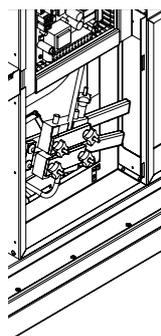

Рис. 18
- Соединить концы ремня с помощью сварки, используя для этого сварочное зеркало и зажим (см. рис. 18, 19).